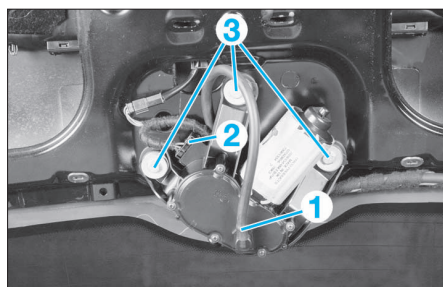

FIG. 39
- le flexible (1) (Fig.39).
- le connecteur (2).
- Déposer les vis de fixations (3).